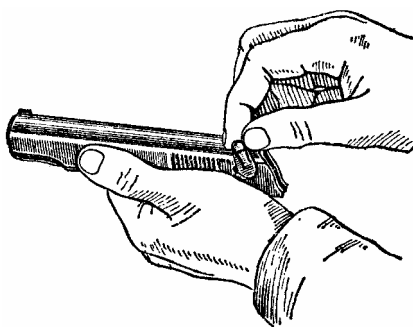

Рис.27. Присоединение предохранителя к затвору.
3. Присоединить ударник и предохранитель к затвору. Взять затвор в левую руку задним концом к себе и вложить ударник в канал затвора так, чтобы его срез в задней части был обращен к гнезду для предохранителя (влево-вниз). Большим и указательным пальцами правой руки вставить предохранитель в гнездо затвора (рис.27) и повернуть его флажок вперед и вниз до отказа.